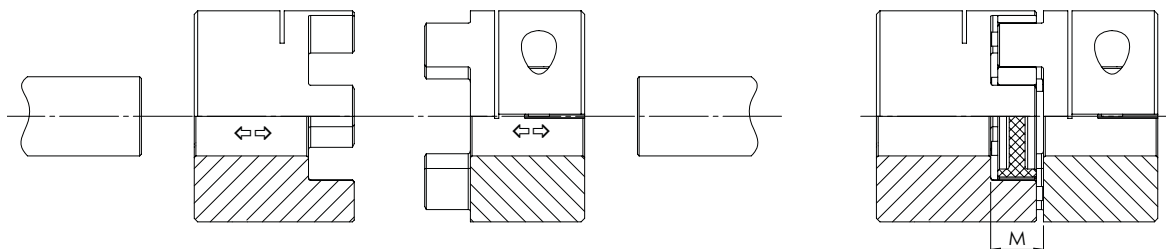

Figura 4-4 - TRASCO® ES: montaggio GESM - GESMC
- Montare i mozzi sull'albero motore e condotto (vedi FIGURA 4-4)